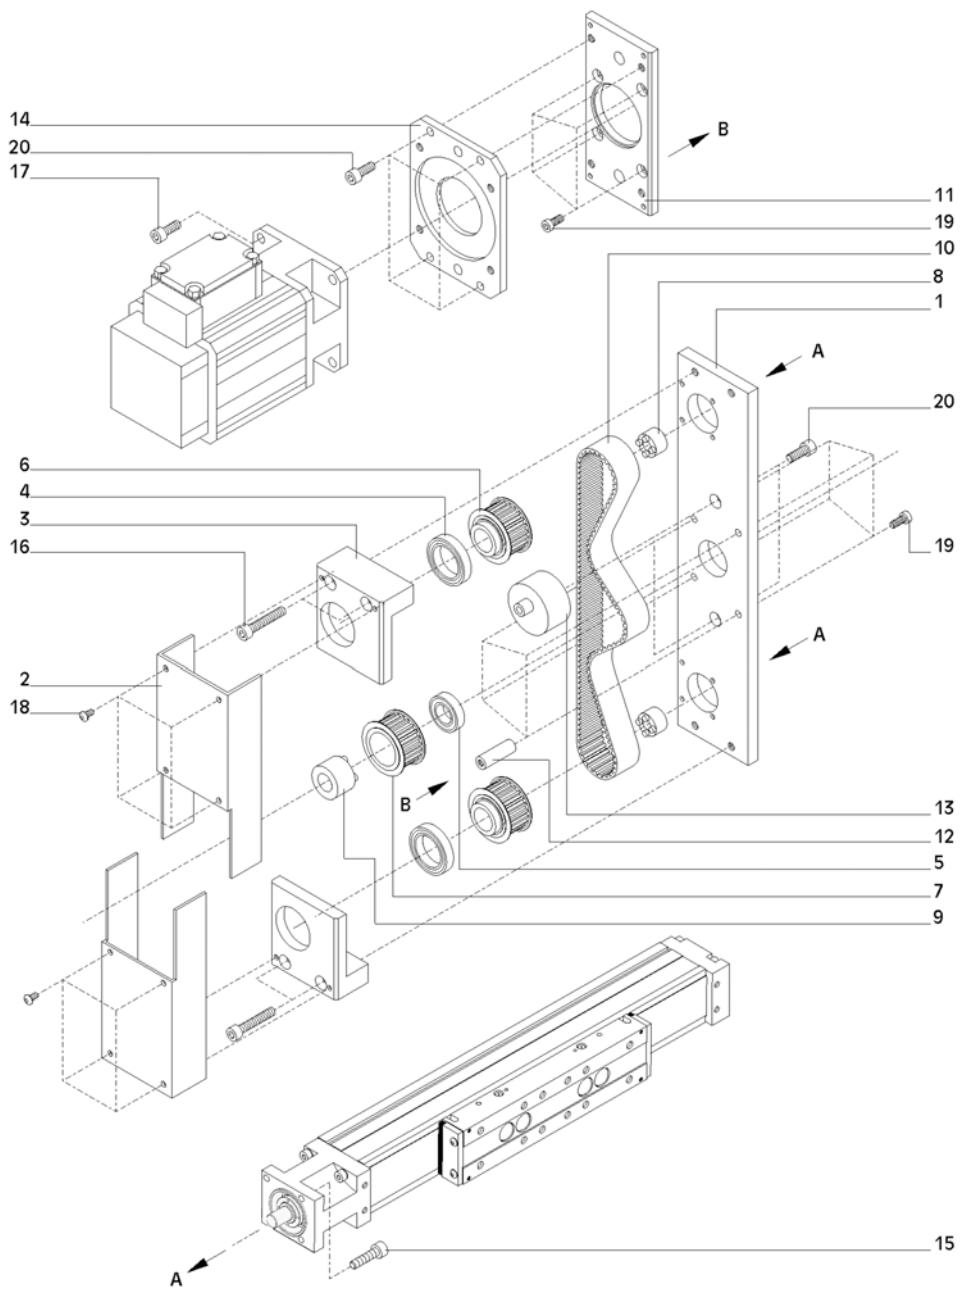

Fig. 12: Azionamento parallelo a cinghie PRT40
1. **Fig. 12:** Fissare i moduli lineari alla lastra base (1) con le viti a testa cilindrica (15).
2. Fissare le pulegge sincrone (6) con i calettatori (8) all'alberino di azionamento dei moduli lineari (distanza tra pulegge sincrone e lastra base pari a 1 mm).
1. **Fig. 12:** Tensionare la cinghia dentata con i rulli di tensionamento a eccentrico (coppia di tensionamento dei rulli 6 Nm).
2. Fissare le coperture in lamiera (2) con le viti con calotta (18).